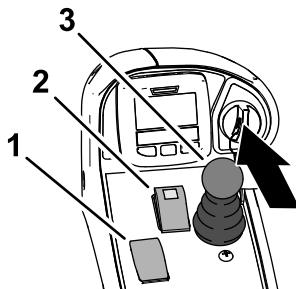

Рисунок 55
- Убедитесь, что выключатель ВОМ установлен в положение ВЫКЛ (Рисунок 55).